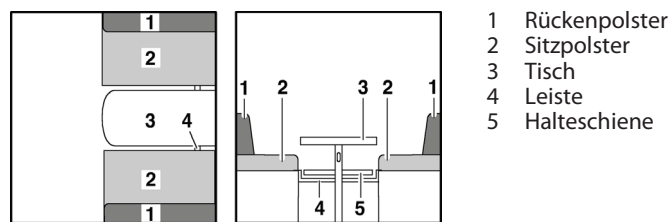

Bild 137 Vor dem Umbau
- Tisch (Bild 137,3) zum Bettunterbau umbauen (siehe Abschnitt 7.9).
- Je nach Modell die Leiste (Bild 137,4) einlegen oder nach innen ziehen. Die Leiste ist richtig positioniert, wenn sie die Tischplatte ca. 15 - 20 cm hinter dem Tischfuß abstützt.